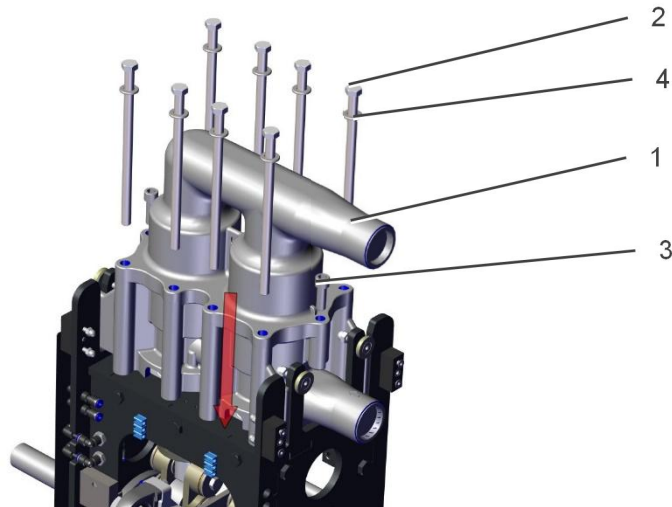
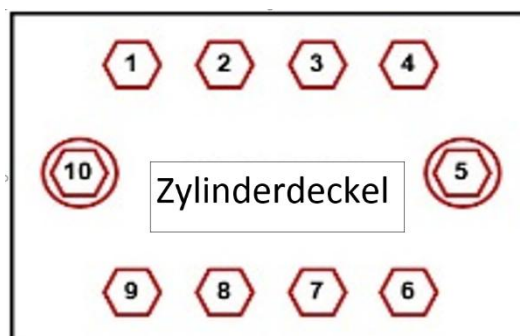

Abb. 5-3: Montage des Zylinderdeckels
Abb. 5-4: Nummerierung der Zylinderkopfschrauben
1. Zylinderdeckel (1) reinigen und wieder auf den Zylinderblock aufsetzen (Abb. 5-3: Montage des Zylinderdeckels).
2. Zylinderdeckel ausrichten und die zwei mit Montagefett (Renolit Unitemp 2, Timmer Art.Nr.: 70010083) gefetteten Zylinderkopfschrauben (3) handfest anziehen.
3. Auf alle acht Sechskantschrauben (2) mit Unterlegscheiben (4) mittelfeste Schraubensicherung (Weicon Lock AN302-43) aufbringen und handfest anziehen.
4. Zylinderdeckel parallel herunterschrauben und alle Schrauben mit einem Drehmoment von 60 Nm in der Reihenfolge 2-7-3-8-1-6-9-4-10-5 anziehen (Abb. 5-4: Nummerierung der Zylinderkopfschrauben).